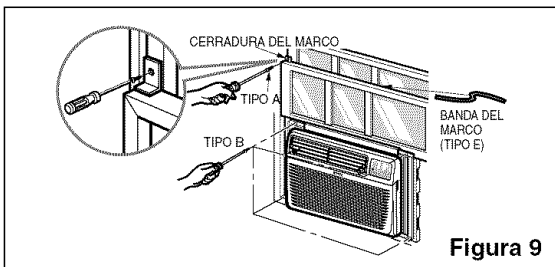

Figura 9
Extienda los paneles corredizos para llenar la abertura de la ventana, usando los 4 tornillos (TIPO B) para fijarlos, como se muestra en la Figura 9.
- Corte la junta de espuma (TIPO E) a la anchura de la ventana. Meta la junta de espuma entre el marco inferior y superior de la ventana para evitar que entre aire e insectos en la sala, como se muestra en la Figura 9.
- Coloque el soporte en L restante en uno de los dos lados de la ventana utilizando un tornillo (TIPO A). Consulte el detalle de la Figura 9. La instalación de este soporte evita que la unidad caiga cuando se levante la ventana.